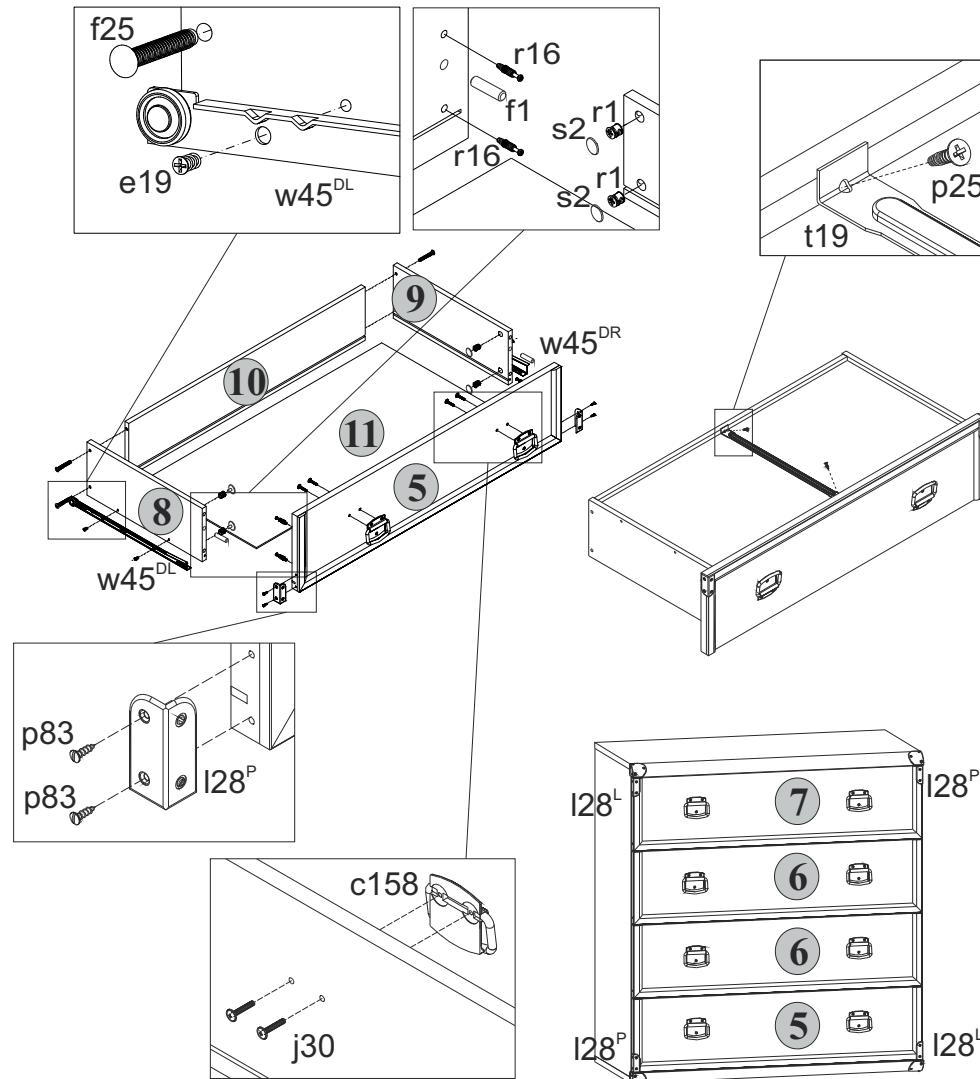

Рис. 3
5.12 В отверстия диаметром **8 мм** на передних кромках стенок боковых **8** и **9** корпусов выдвижных ящиков вбить деревянные шканты **f1** (см.рис.3).
5.13 В отверстия диаметром **15 мм** на внутренних поверхностях стенок боковых **8** и **9** корпусов выдвижных ящиков вставить стяжки эксцентриковые **r1** (см.рис.3).
5.14 В отверстия диаметром **5 мм** на внутренних поверхностях панелей передних **5**, **6** и **7** ящиков выдвижных с помощью крестообразной отвертки вкрутить винты стяжки **r16** (см.рис.3).
5.16 Соединить панель переднюю **5** с корпусом ящика выдвижного и затянуть стяжки эксцентриковые **r1**, пользуясь специальным ключом **z1**. Закрыть стяжки эксцентриковые заглушками **s2** (см.рис.3).
5.18 Соединить панели передние **6** с корпусами ящиков выдвижных и затянуть стяжки эксцентриковые **r1**, пользуясь специальным ключом **z1**. Закрыть стяжки эксцентриковые заглушками **s2** (см.рис.3).
5.19 Соединить панель переднюю **7** с корпусом ящика выдвижного и затянуть стяжки эксцентриковые **r1**, пользуясь специальным ключом **z1**. Закрыть стяжки эксцентриковые заглушками **s2** (см.рис.3).